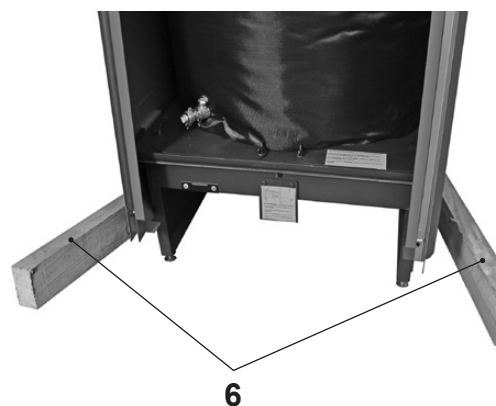

Fig. 04
5. Pousser vers l'extérieur les planches latérales (6, Fig. 04) de la partie frontale et abaisser la chaudière.